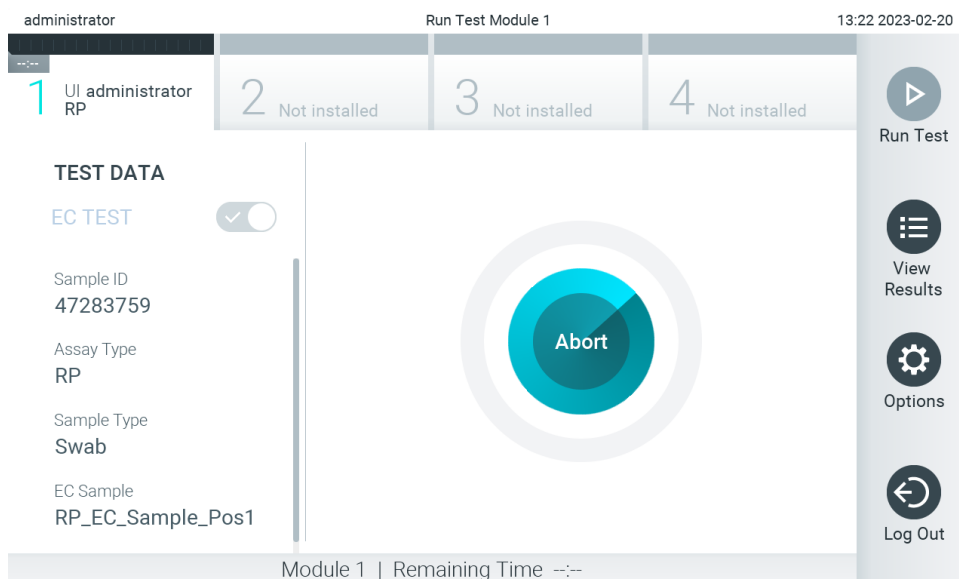

Figura 98. Afișarea execuției testării și a timpului rămas de rulare.
10. La detectarea cartușului de test QIAstat-Dx, QIAstat-Dx Analyzer 2.0 va închide automat capacul orificiului de introducere a cartușului și va începe testarea. Nu mai este necesară nici o altă acțiune din partea operatorului. În timpul rulării testării, timpul rămas din rulare este afișat pe ecranul tactil (Figura 98).